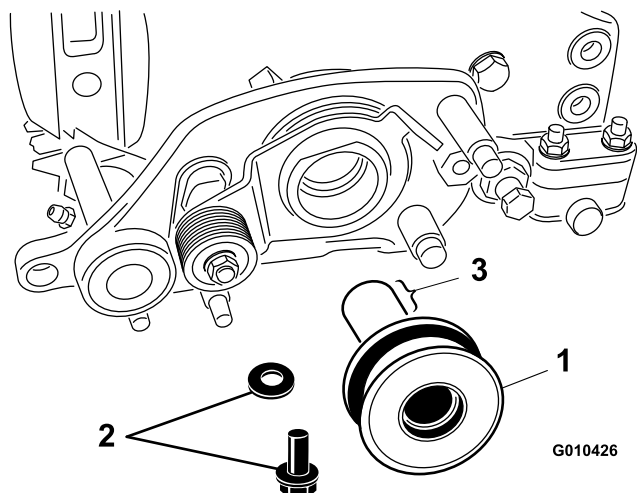

Figure 12
1. Appliquez de la graisse sur la cannelure intérieure et la surface extérieure de la poulie (Figure 12).
3. Fixez la poulie à l'arbre du cylindre à l'aide d'un boulon (M6 – 1 x 20 mm) et d'une rondelle (Figure 12).